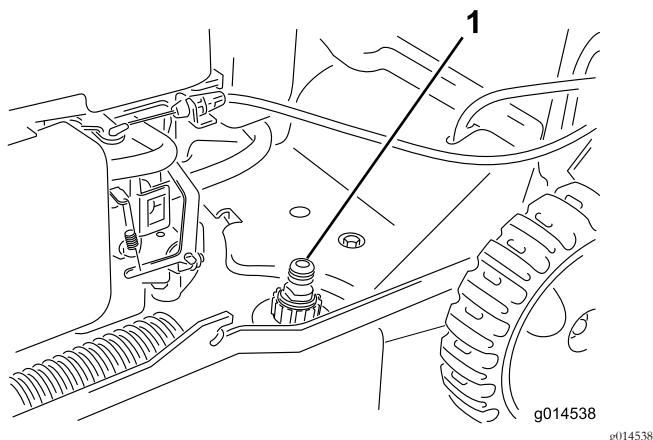

Bild 35
3. Befestigen Sie einen Gartenschlauch, der an einen Wasserhahn angeschlossen ist, am Wasseranschluss (Bild 35).